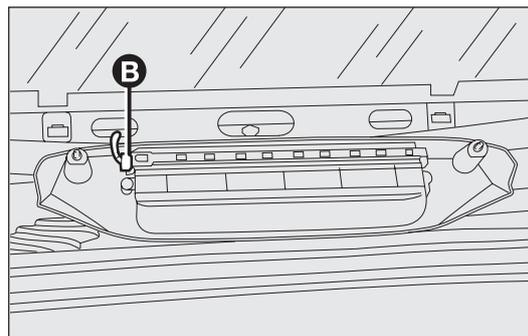

fig. 159
- desconecte el conector B-fig. 159 y extraiga el grupo óptico;